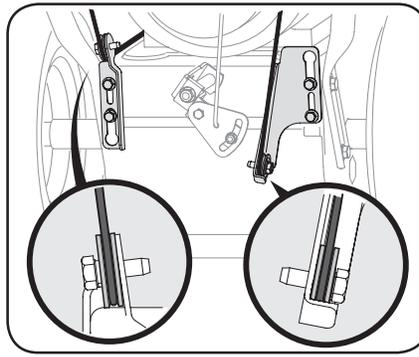

Figura 2-3
3. Coloque la palanca de cambios en la posición de avance (F) 6 (si viene equipada).
4. Observe el área inferior trasera del equipo para asegurarse de que ambos cables estén alineados y asentados adecuadamente en las guías de rodillos. Consulte Figura 2-3.